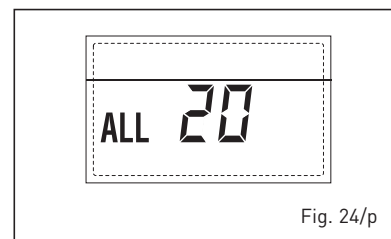

Fig. 24/p
– **DELIVERY PROBE BREAKDOWN ANOMALY FIRST MIXED ZONE "ALL 21" (fig. 24/q)**